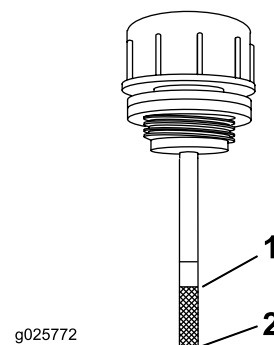

Figure 60
6. Nettoyez la surface autour de la jauge du réservoir du système hydraulique (Figure 60).
7. Sortez la jauge du réservoir hydraulique (Figure 60).
9. Ressortez la jauge et examinez l'extrémité (Figure 60). Si le niveau d'huile est au repère minimum, versez lentement la quantité d'huile qui convient dans le réservoir hydraulique pour faire monter le niveau jusqu'au repère maximum.